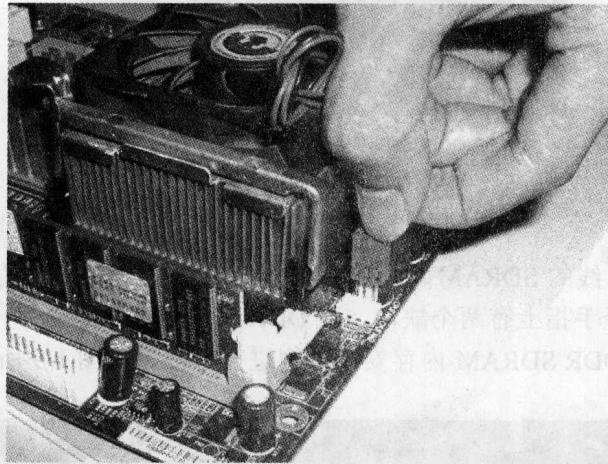

图 1-6 安装风扇电源接口
⑤ 将 CPU 风扇的电源线接到主板上 3 针的 CPU 风扇电源接头上，如图 1-6 所示。